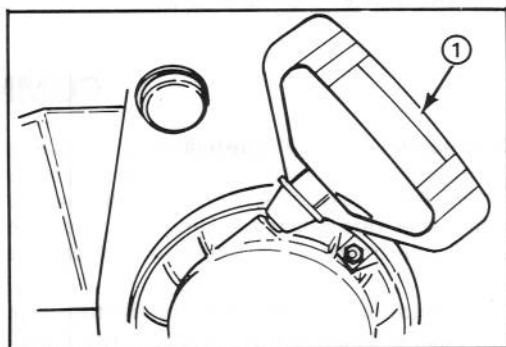

Figure 12
**Démarrreur à cordon** (fig. 12)—Placé à l'arrière du moteur, il sert à mettre le moteur en marche.
6. Tirez sur la poignée du démarreur à cordon (fig. 12) lentement jusqu'à ce que l'engagement positif se produise; puis tirez d'un coup sec pour faire démarrer le moteur. Gardez une prise ferme sur la poignée du démarreur et laissez le cordon revenir lentement.